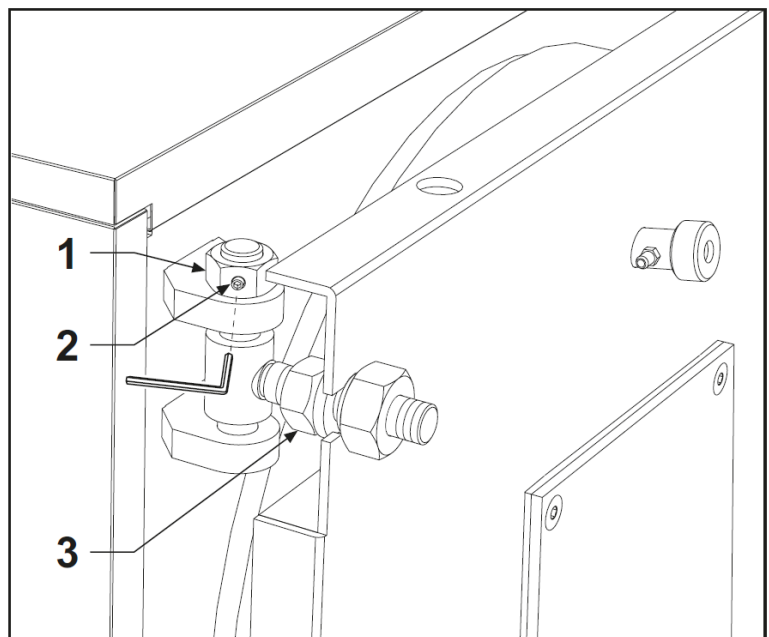

fig. 12
- La regolazione in altezza della porta avviene tramite il dado (pos. 1); a regolazione ultimata bloccare infine i grani (pos. 2 - fig. 12).
- La regolazione longitudinale avviene tramite la vite pos. 3 - fig. 12.